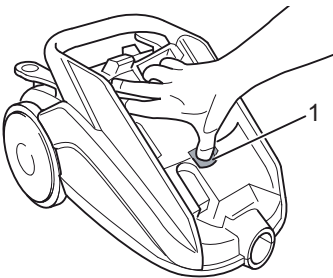

Abb. 27
3. Entriegeln Sie die Filter-Abdeckung (Abb. 27/1) und entnehmen Sie diese.